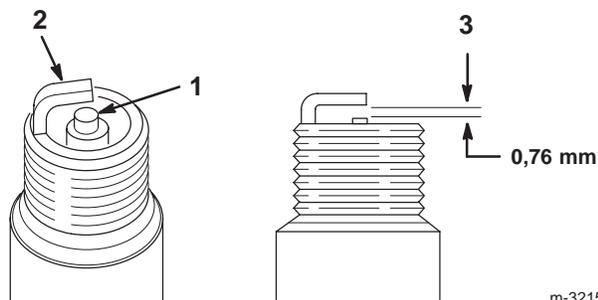

Figure 62
- Inspectez le centre des bougies (Fig. 62). Si le bec de l'isolateur est recouvert d'un léger dépôt gris ou brun, le moteur fonctionne correctement. S'il est couvert d'un dépôt noir, c'est généralement signe que le filtre à air est encrassé.
- Contrôlez l'écartement entre l'électrode centrale et l'électrode latérale (Fig. 62). Courbez l'électrode latérale (Fig. 62) si l'écartement est incorrect.